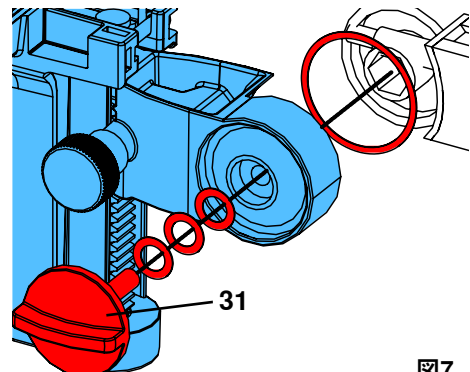

図7
- ヘッドの取り付けには、4個のワッシャが必要です（図7参照）。